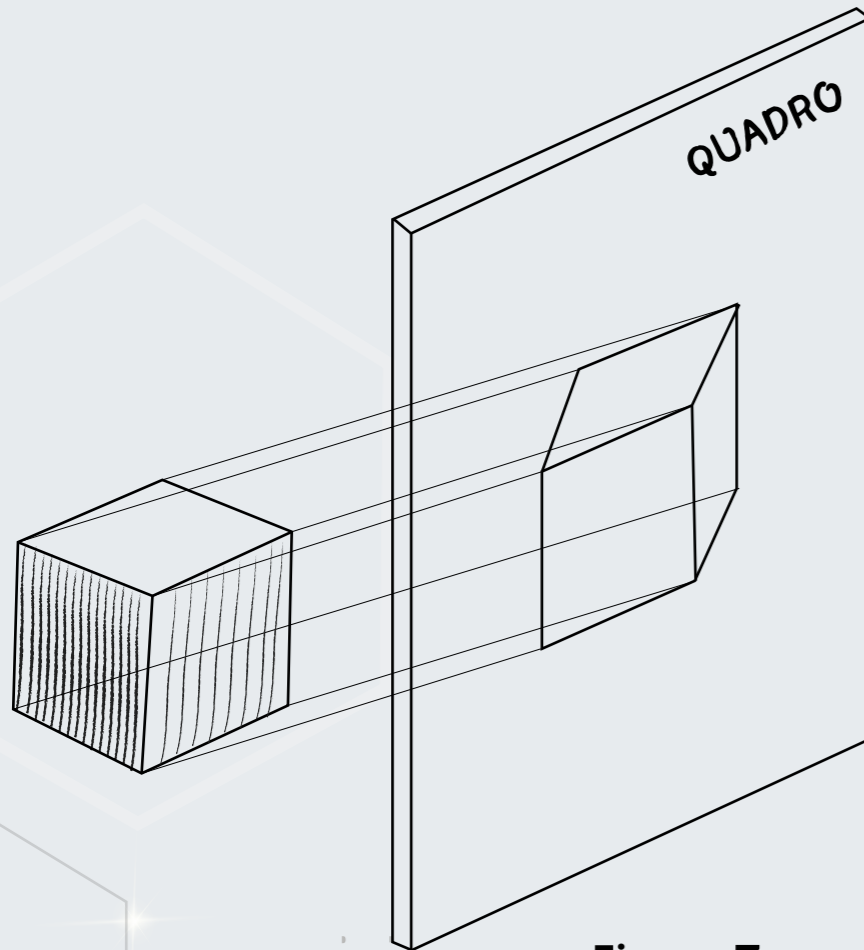

Figura 7
B) Perspectiva Cavaleira: Neste sistema perspectivo as linhas projetantes são paralelas entre si, formando um sistema cilíndrico. Este feixe de projetantes é oblíquo em relação ao quadro. Ainda, a face mais importante do objeto é colocada paralela ao quadro (**Figura 7**) (BORNANCINI, PETZOLD e ORLANDI JÚNIOR, 1981).